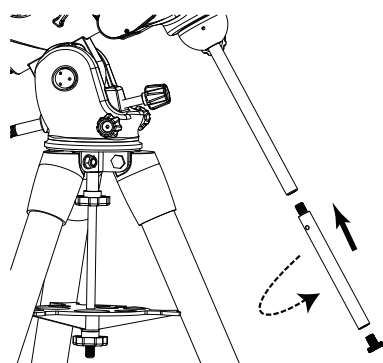

Рис. 1.4c
4. Монтировка поставляется с удлинителем штанги противовесов длиной 290 мм, который при необходимости устанавливается на штангу. Перед установкой противовесов проверьте надежность фиксации удлинителя штанги противовесов (рис. 1.4c).